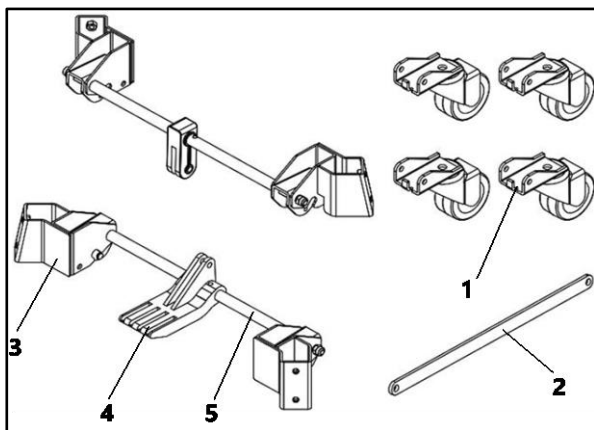

Рисунок 4
- Снимите упаковочный материал с роликов 1, соединительной пластины 2 и с опор роликов, рис. 4.